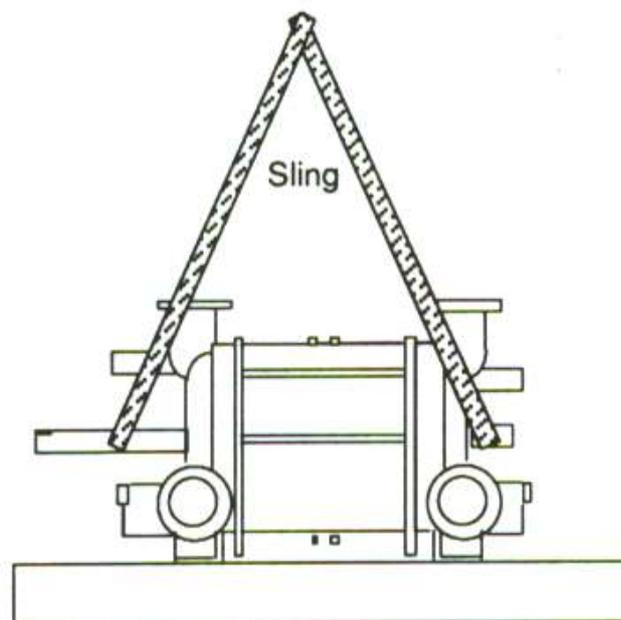

Figura 21. Disposizione dell'imbracatura
1. Con imbragature, sostenere l'insieme girante/albero (M101) in modo che l'albero non tocchi le scatole di tenuta di una delle due teste (D107, F107) (vedi Figura 21).